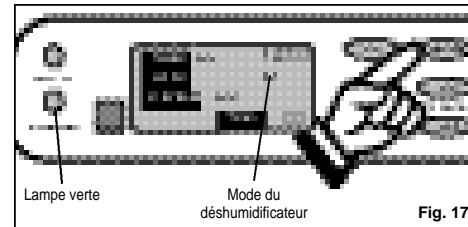

Fig. 17
- 2) Appuyez sur la touche **MODE** jusqu'à ce que le mot **DRY** (déshumidificateur) soit indiqué sur l'**ACL**. Fig. 17. Chaque appui sur la touche **MODE** change le mode (**Refroidissement-chaueur-déshumidification-ventilation**).